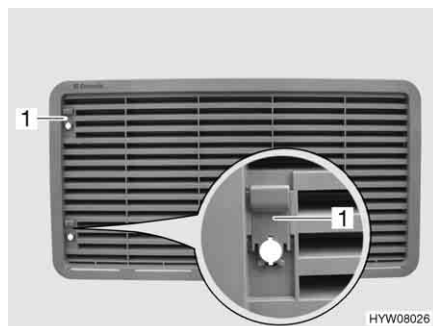

Fig. 75 Griglia di aerazione del frigorifero (con cursore)
- Spingere il cursore (Fig. 75,1) verso l'alto.